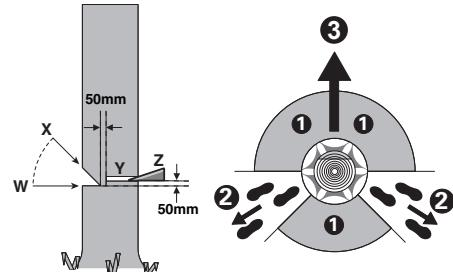

Fig. 1
Quando l'albero inizia a cadere, togliere la sega a catena dal taglio, spegnere la macchina, posarla ed abbandonare l'area di pericolo utilizzando la via di fuga precedentemente determinata (②). Attenzione a rami che potrebbero cadere dall'alto ed evitare di inciampare. (Vedi Fig. 1)